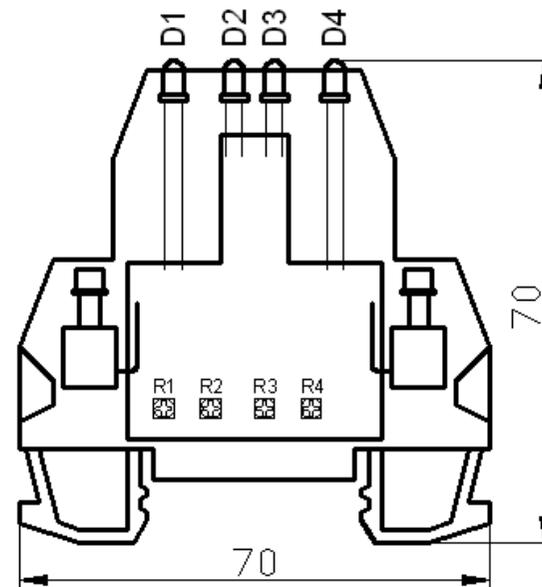

Рис. 3.2 Габаритные размеры индикатора и расположение подстроечных резисторов
3.1 Схема подключения индикатора представлена на рисунке 3.1, габаритные размеры и расположение подстроечных резисторов – на рис. 3.2.